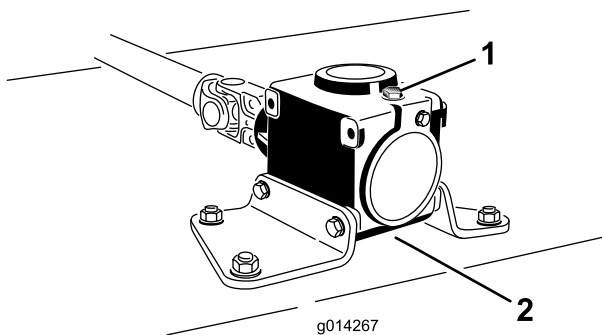

Bild 42
6. Nehmen Sie den Ölpeilstab bzw. die Ablassschraube oben am Getriebe ab (Bild 42) und stellen Sie sicher, dass der Schmiermittelstand zwischen den Marken am Peilstab liegt.
6. Nehmen Sie den Peilstab bzw. die Ablassschraube von der Oberseite des Getriebes ab (Bild 42).